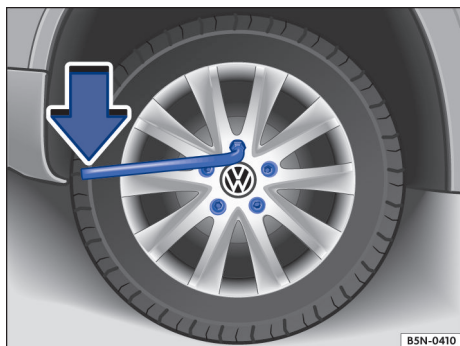

Fig. 241 Troca de roda: afrouxar os parafusos de roda.
- Encaixar a chave de roda no parafuso da roda até o fim → Fig. 241.